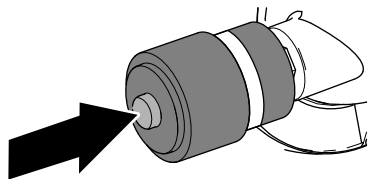

Рисунок 78
1. Если на индикаторе обслуживания отображается красная полоса, нажмите кнопку сброса на конце индикатора (Рисунок 78).